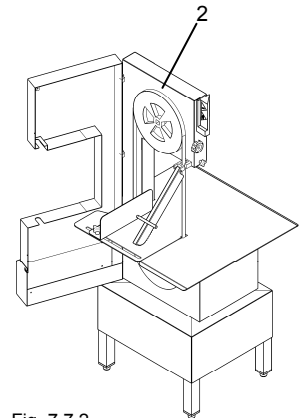

Fig. 7.7.2
- Coger la hoja "2" y extraerla de la polea como se ve en la fig. 7.7.2 e 7.7.3